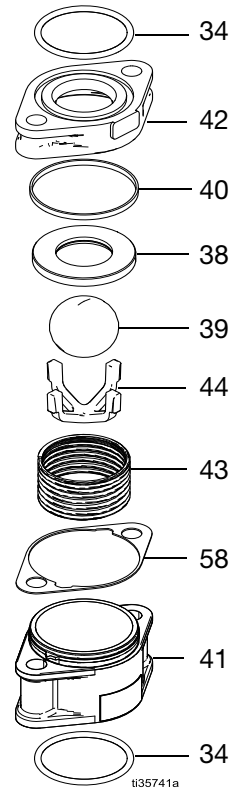

FIG. 9. Ensemble de boîtier de clapet de vanne
1. Placez le ressort de compression (43) dans le boîtier de clapet anti-retour (41).
2. Placez la retenue à bille (44) dans le ressort (voir FIG. 9 à la page 12). Insérez la bille (39) dans la retenue à bille (44).
3. Installez le siège de vanne (38) par-dessus la bille (39) en vous assurant que le chanfrein est orienté vers le bas sur la bille (39).
4. Appliquez du lubrifiant sur le joint d'étanchéité de siège (40) et installez le boîtier de siège de vanne (42).
5. Placez le boîtier de siège de vanne (42) par-dessus le boîtier de clapet anti-retour (41) avec les trous orientés à distance d'environ 90°. Appliquez une légère pression descendante sur le boîtier de siège de vanne (42), et faites-le tourner jusqu'à ce
1. Appliquez du lubrifiant sur le joint torique (34) et placez la section de collecteur de la chambre des soufflets.
2. Appliquez du Loctite® 243 (bleu) amovible sur l'intégralité des filetages des vis à tête (45, 46). Installez deux des vis à tête (45) avec les rondelles (47) dans les trous de bride inférieurs du collecteur d'entrée et à travers un boîtier de clapet assemblé (41). Consultez la FIG. 9 pour une illustration d'un boîtier de clapet assemblé.